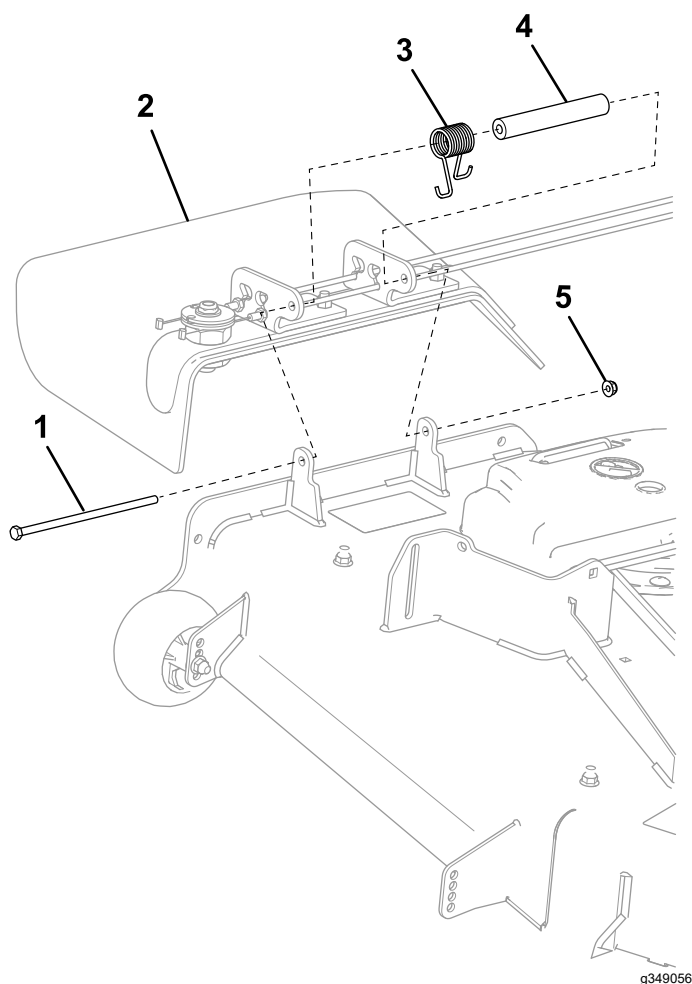

Figura 7
1. Inserite il nuovo distanziale e la molla sul camino di scarico (Figura 7).
2. Montate il bullone a testa esagonale ($\frac{5}{16}$ " x $7\frac{1}{2}$ ") e il dado di bloccaggio ($\frac{5}{16}$ ") come illustrato nella Figura 7.